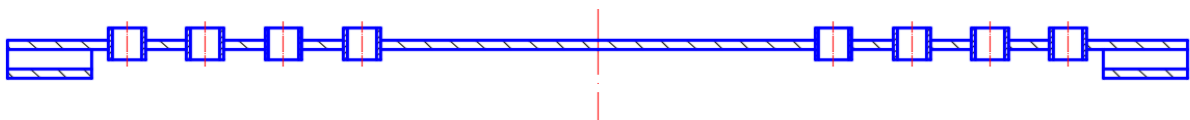

Рис. 98. Завершение дна оросителя
- дотянуть линии поддона оросителя до оси (рис.98). Создать штриховку (ANSI31, Угол 90⁰, Масштаб 8) .